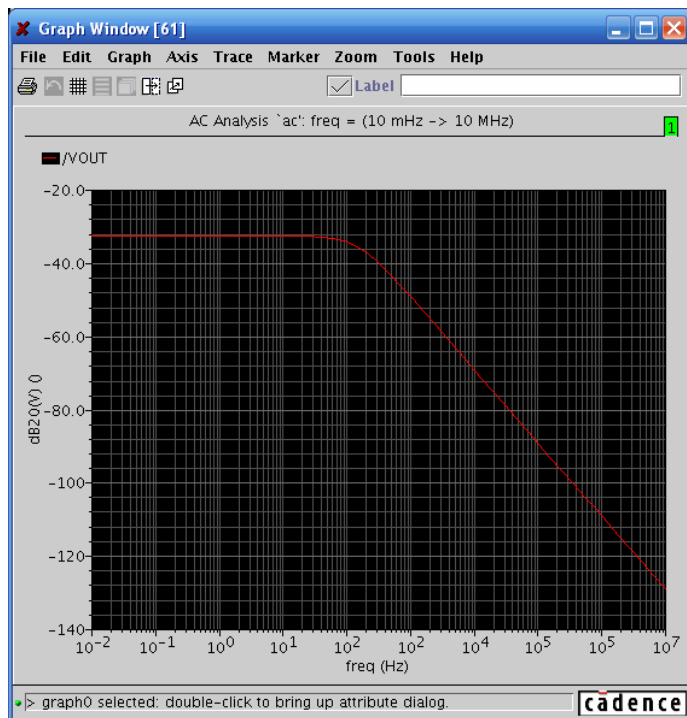

图 8.19 共源放大器（图 5.3）的输出节点的增益频率特性
- 4) 在波形窗口创建方式下拉菜单中选择“New Win”，点击“”按钮后，在新的波形窗口，显示共源级放大器的增益频率特性。如图 8.19 所示。